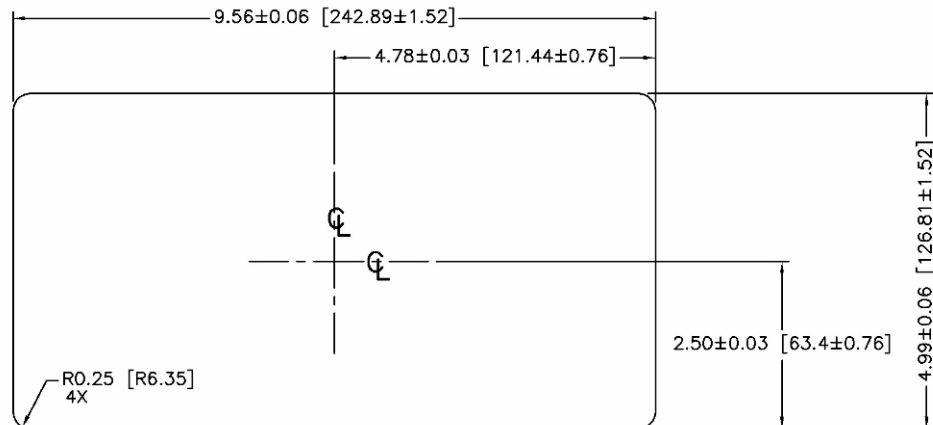

Abb. 2-5: Plattenausschnittabmessungen
4. Eine Öffnung in die Platte oder das industrielle Gehäuse schneiden. Siehe Plattenausschnittabmessungen in Abbildung 2-5.
Abbildung 2-5 zeigt die Klemmendefinitionen auf der Klemmenleiste der Analog-Wägezelle. Beachten Sie, dass die Drahtbrücken bei Verwendung von vieradrigen Wägezellen zwischen die Klemmen +Excitation und +Sense und zwischen die Klemmen –Excitation und –Sense positioniert werden müssen.